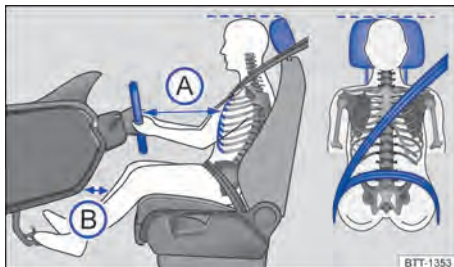

Fig. 23 Distância correta do condutor em relação ao volante, posição correta do caderço do cinto de segurança e ajuste correto do apoio para cabeça.
- Ajustar o banco de modo que a distância entre o volante e o tórax tenha no mínimo 25 cm → Fig. 23 A e que o condutor possa segurar o volante pela borda externa com as duas mãos e os braços ligeiramente flexionados.
- Ajustar o banco do condutor na direção longitudinal de modo que os pedais possam ser acionados com as pernas ligeiramente arqueadas e a distância para o painel de instrumentos na área do joelho seja de, no mínimo, 10 cm → Fig. 23 B).
- Ajustar o apoio para cabeça de modo que a sua borda superior se encontre preferencialmente na mesma linha da parte superior da cabeça → Fig. 23 – porém não abaixo da altura dos olhos. Posicionar a parte posterior da cabeça o mais perto possível do apoio para cabeça.